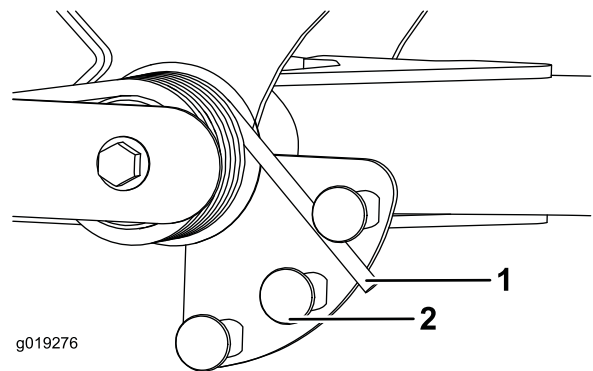

Figura 67
2. Coloque un tubo u otro objeto similar sobre el extremo largo del muelle y gírelo alrededor del actuador del muelle a la posición deseada (Figura 67).